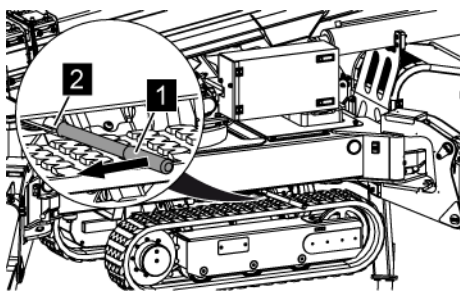

Abb. 143: Handpumpenhebel einsetzen
5. Handpumpenhebel (Abb. 143/1) auf die Verriegelung (Abb. 143/2) stecken.
6. Die Verriegelung durch Drücken des Handpumpenhebels (Abb. 143/1) in Pfeilrichtung lösen.